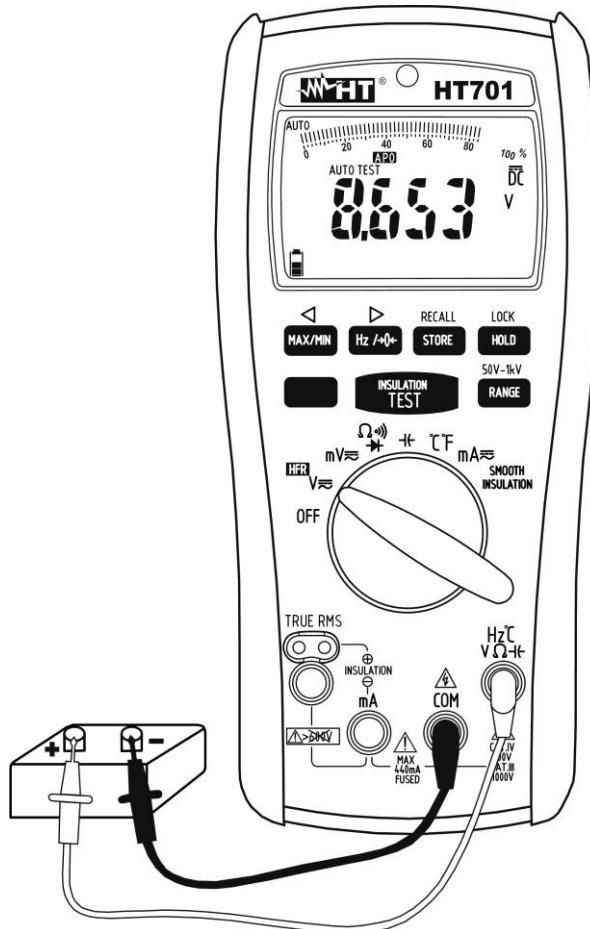

Fig. 2: Uso del instrumento para medida de Tensión CC
4. Insertar el cable rojo en el terminal de entrada **Hz°CVΩHz** y el cable negro en el terminal de entrada **COM** (vea Fig. 2)
7. La visualización del símbolo "-" sobre el visualizador del instrumento indica que la tensión tiene sentido opuesto respecto a la conexión de Fig. 2.